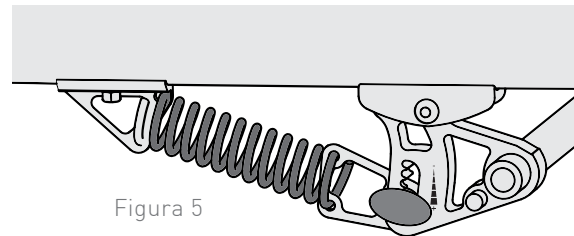

Figura 5
1. Hay 5 puntos de posición de ajuste (Figura 5). Gire la perilla de ajuste para posicionar la suspensión. La posición superior es para las cargas más ligeras y la posición inferior es para las más pesadas. El remolque debe utilizarse con las suspensiones derecha e izquierda en la misma posición.